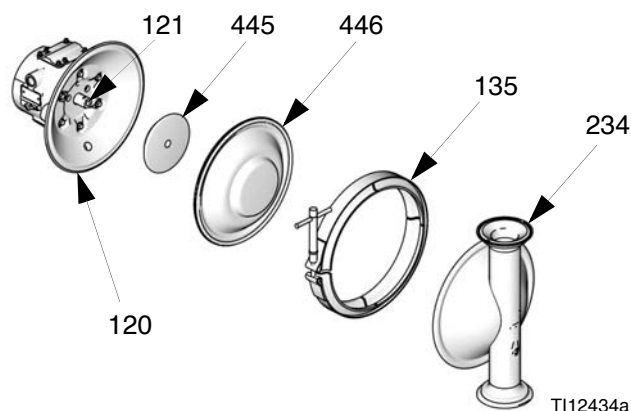

Рис. 21
3. Снимите фиксаторы (135), с помощью которых крышки (234) жидкостной секции крепятся к крышкам (120) воздушной секции. Снимите крышки (234) жидкостной секции с насоса. См. Рис. 21.
5. Мембраны собираются и закрепляются вручную. Для освобождения мембраны следует крепко взять за наружные края и повернуть против часовой стрелки. Один из узлов мембраны будет освобожден, а другой останется на валу. Снимите освобожденную мембрану (446) и пластину (445) мембраны со стороны воздушной секции.
6. Извлеките противоположный узел мембраны и вал (121) из центрального корпуса (101). Зафиксируйте специальные грани вала с помощью ключа с открытым зевом 19 мм и снимите с вала мембрану и пластину мембраны со стороны воздушной секции.
7. Осмотрите вал (121) мембраны на предмет признаков износа или царапин. Если вал поврежден, осмотрите подшипники (117), не снимая их. Если подшипники повреждены, см. стр. 27.
8. Введите в центральный корпус (101) съёмник уплотнительных колец, подцепите П-образные кольца (110) и извлеките их из корпуса. Снимать подшипники (117) для этого не требуется.